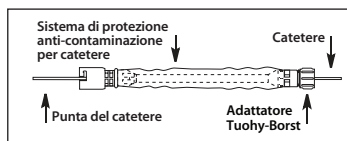

Figura 2
- a. Se si utilizza un sistema di protezione anti-contaminazione per catetere con adattatore Tuohy-Borst (se fornito in dotazione), inserire la punta del catetere prescelto nell'estremità dell'adattatore Tuohy-Borst del sistema. Far avanzare il catetere nella cannula e nell'hub sull'altra estremità (vedere la Figura 2).